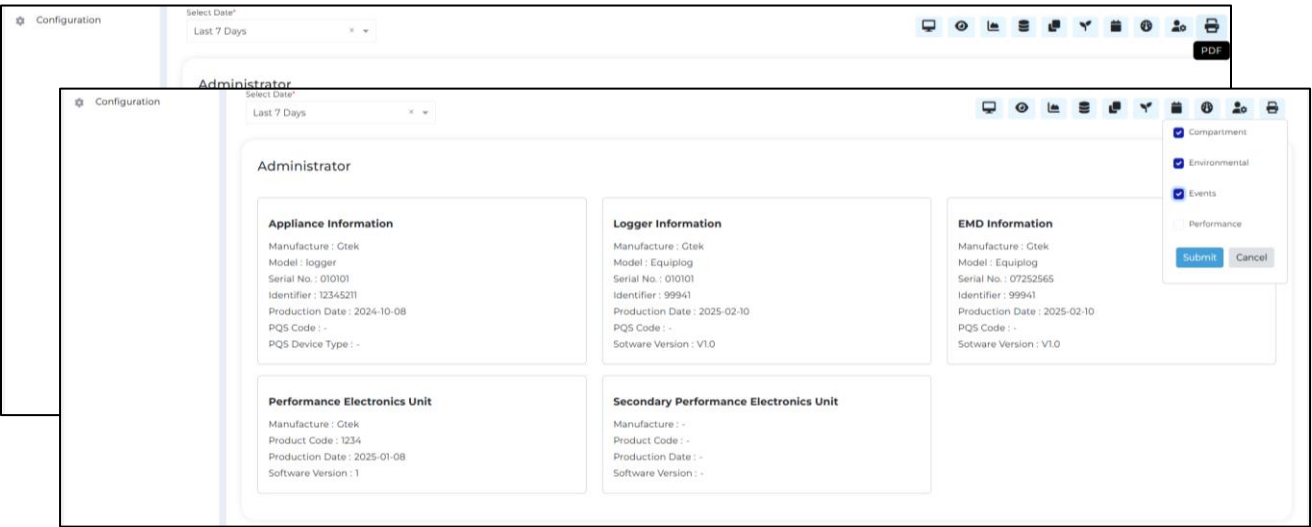

图 57 为选定的设备生成 PDF 数据报告
- 用户可以根据所选时间段过滤器生成隔间、环境、事件和性能数据的 PDF 数据报告，如图 57 所示。